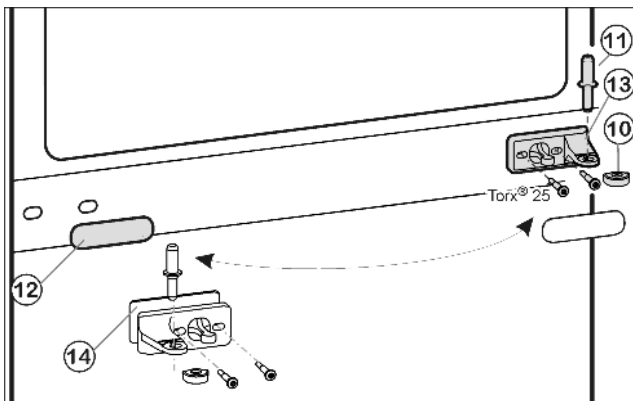
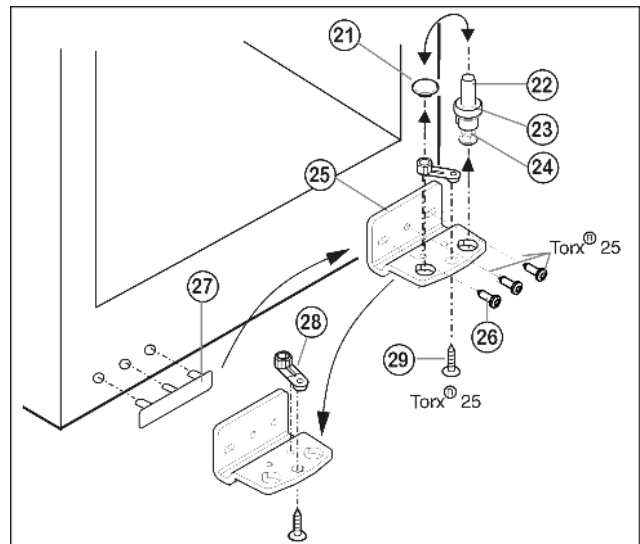

Fig. 6
Fig. 7
- ▶ Middelste lagerbout Fig. 6 (11) uit de lagerbus en de onderste deur uittrekken.
- ▶ Kunststof kapje Fig. 6 (10) afnemen.
- ▶ Middelste lagerbus Fig. 6 (13) losschroeven (2 maal Torx® 25).
- ▶ Afdekplaat Fig. 6 (12) voorzichtig afhalen.
- ▶ Middelste lagerbus Fig. 6 (13) met onderlegschijfje Fig. 6 (14) 180° gedraaid aan de nieuwe scharnierkant **goed (met 4 Nm)** vastschroeven.
- ▶ Afdekplaat Fig. 6 (12) 180° gedraaid aan de nieuwe greepzijde weer vastklikken.
- ▶ Lagerbout Fig. 7 (22) compleet met schijfje Fig. 7 (23) en stelootje Fig. 7 (24) naar boven eruit trekken.
- ▶ Stop Fig. 7 (21) eraf halen.
- ▶ Lagerbus Fig. 7 (25) losschroeven Fig. 7 (26).
- ▶ Lagerdeel Fig. 7 (28) losschroeven Fig. 7 (29) en in het tegenoverliggende opnamegat van de lagerbus omzetten en weer vastschroeven.
- ▶ Afdekking aan de greepzijde Fig. 7 (27) voorzichtig optillen en op de tegenoverliggende zijde plaatsen.
- ▶ Lagerbus Fig. 7 (25) aan de nieuwe scharnierzijde evt. met behulp van een accuschroevendraaier weer **goed (met 4 Nm)** vastschroeven.
- ▶ Stop Fig. 7 (21) weer in het andere gat aanbrengen.
- ▶ Lagerbout Fig. 7 (22) compleet met schijfje en stelootje weer aanbrengen. Er daarbij erop letten, dat de sluitnok naar achter wijst.
- ▶ Plaats de onderste deur van boven op de onderste lagerbout *Fig. 7 (22)*.
- ▶ Het kunststof kapje *Fig. 6 (10)* weer op de middelste lagerbus *Fig. 6 (13)* zetten.
- ▶ Middelste lagerbout *Fig. 6 (11)* op de nieuwe scharnierzijde in de onderste deur plaatsen door de middelste lagerbus *Fig. 6 (13)*.
- ▶ Bovenste deur op de middelste lagerbout *Fig. 6 (11)* zetten.
- ▶ De deuren eventueel via de beide langgaten in de onderste lagerbus *Fig. 7 (25)* en middelste lagerbus *Fig. 6 (13)* ten opzichte van de kast uitlijnen. Eerst de middelste schroef in de onderste lagerbus *Fig. 7 (25)* uitdraaien.